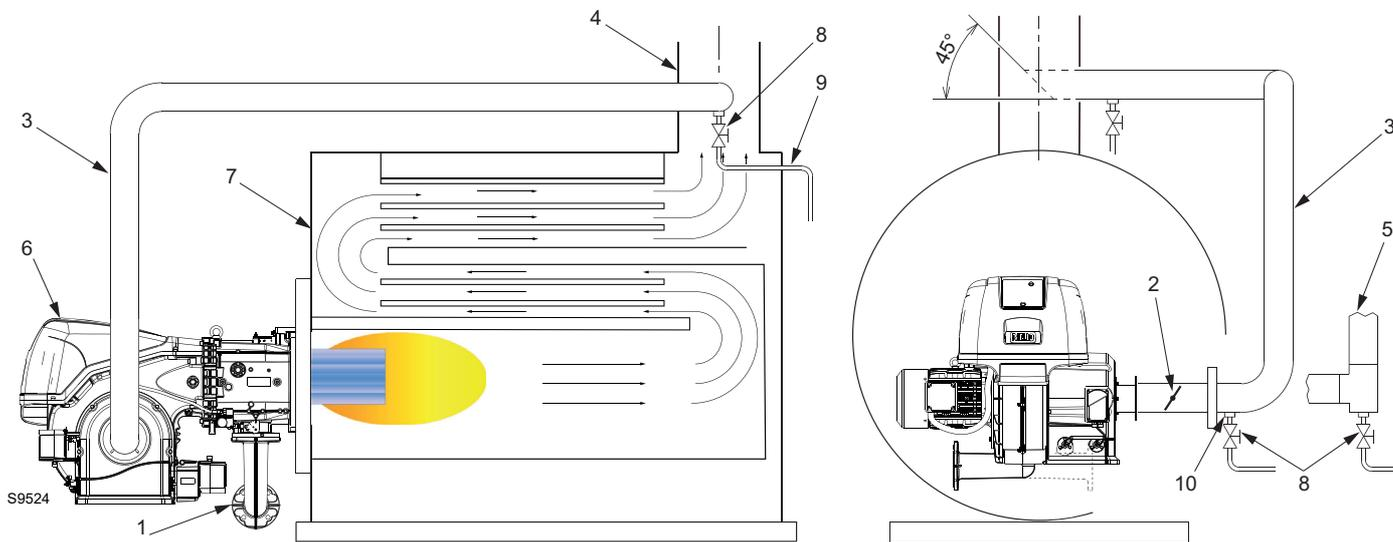

Fig. 18
- Generalmente se debería conectar el conducto a la chimenea como se muestra en Fig. 18, formando un ángulo de 45° dirigido hacia el flujo de humos y con el centro del ángulo ubicado en el centro de la chimenea.
Leyenda (Fig. 18)